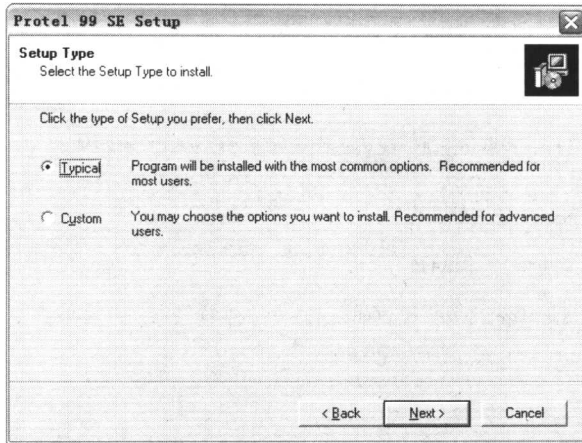

图 1-8 “Setup Type”对话框
(9) 选择软件安装的路径：一般情况下选用系统默认的安装路径，此时直接单击“Next”按钮，Windows 显示“Setup Type”对话框，如图 1-8 所示。也可以更改软件安装的路径，即单击“Browse（浏览）”按钮，就可以更改了。